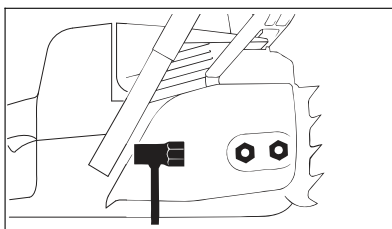

Рис. 32
- Отвинтить гайки и снять крышку цепной звездочки (рис. 32)